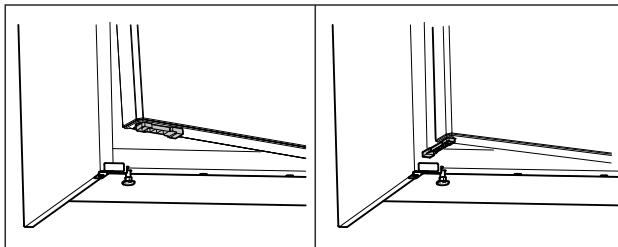

Fig. 57 \*
- Поверните ограничитель открытия двери на 90°. (см. Fig. 57) \*